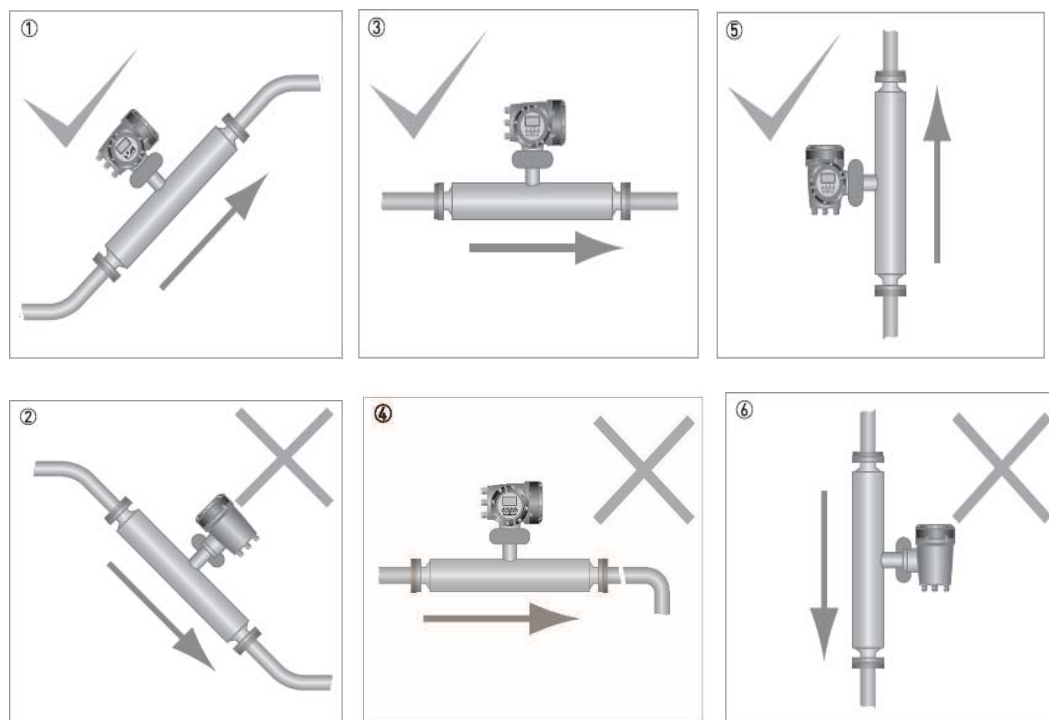

图 3 流量计安装示意图
4.3 流量计安装时应注意防止虹吸及气穴的产生，安装时应注意避免垂直向下或倾斜向下走向安装，这样安装的流量计可能会产生虹吸现象；另外水平安装流量计出口若有长管路垂直向下时有可能产生气穴。（具体安装示例如下图 3）